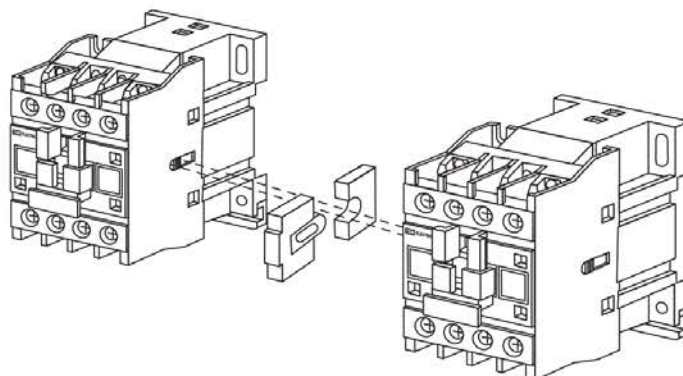

Рисунок 1. Реверсивный малогабаритный контактор
2.1. Реверсивный контактор представляет собой блок устройств, который состоит из двух электромагнитных двухпозиционных устройств (контакторов), связанных между собой механической блокировкой включения (при включении одного из контакторов механически блокируется подвижная система второго контактора для предохранения от возможного короткого замыкания при одновременном включении). Смотри рисунок 1.